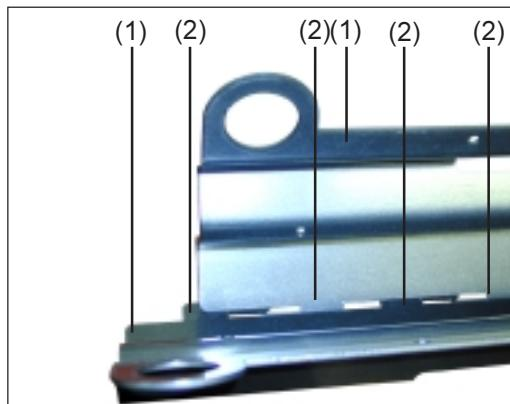
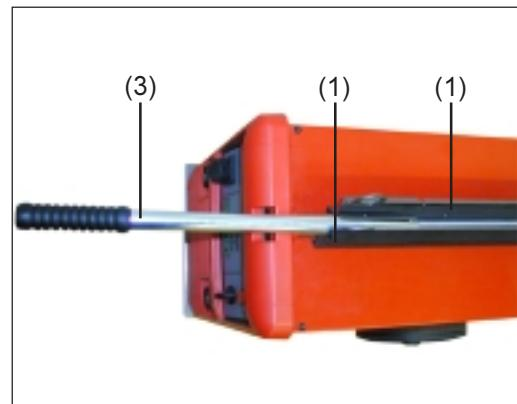

Abb. 20 Griffbleche einrasten lassen
Abb. 21 Griffbleche und Griffrohr
HINWEIS! Beim Aneinanderfügen der beiden Griffbleche (1) darauf achten, dass die Arretierungen (2), an der Unterseite der Griffbleche (1), vollständig einrasten (Abb. 20 und Abb. 21).
1. Am Griff der Stromquelle (4), Griffbleche (1) mittels Arretierungen (2) aneinander einrasten lassen (Abb. 20 und Abb. 21)
2. Splint (8) des Griffrohrs (3) in die Führungen (6) beider Griffbleche einsetzen